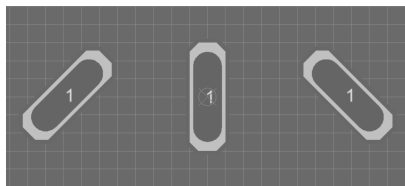

图 9-4-1 利用焊盘对象的设置构成不规则形状焊盘
(1) 利用焊盘对象的设置构成不规则形状焊盘。单击  按钮或按 **【P】** 键放置一个焊盘, 双击焊盘打开属性对话框, 在 **Size** 和 **Shape** 里可以更改焊盘的外形尺寸, 在 **Hole Information** 中选择 **Slot**, 可以按照打孔形状定义孔的外形, 调整孔的角度和焊盘的角度, 可得到如图 9-4-1 所示的不规则形状焊盘。设计人员可以根据实际需要采用此方法设计不规则焊盘。